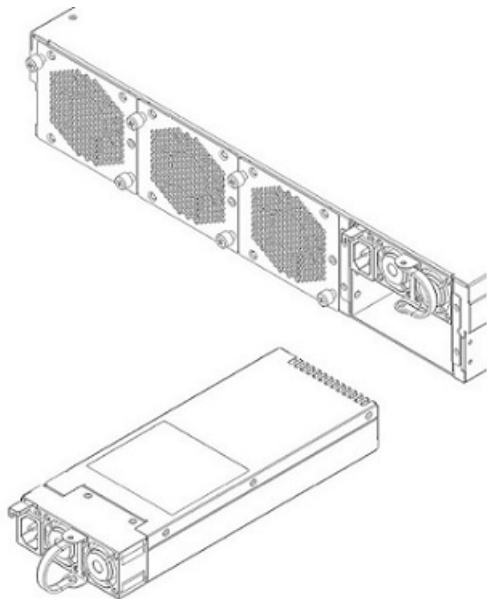

Figure 3. Retrait de l'alimentation électrique de l'arrière du dispositif
1. Retirez l'alimentation électrique défaillante de la baie pour alimentation électrique en débranchant son cordon d'alimentation, en pinçant le clip situ, sur le côté, puis en tirant l'alimentation défaillante hors de la baie, comme illustré dans la figure 3.